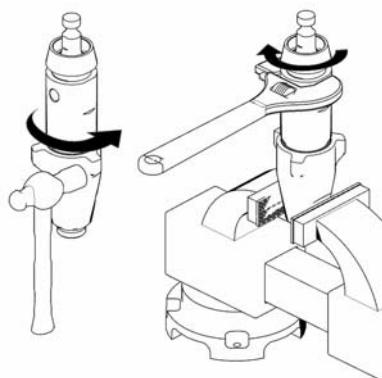

Рис. 17
15. (Рис. 17) Установите впускной клапан в цилиндр. Затяните со следующим усилием: 200 +/- 5 фут на фунт (271 +/- 7 Н•м) – на моделях 288467/288468, 288819, 110+/- 5 фут на фунт (149 +/- 7 Н•м) – на модели 288466.